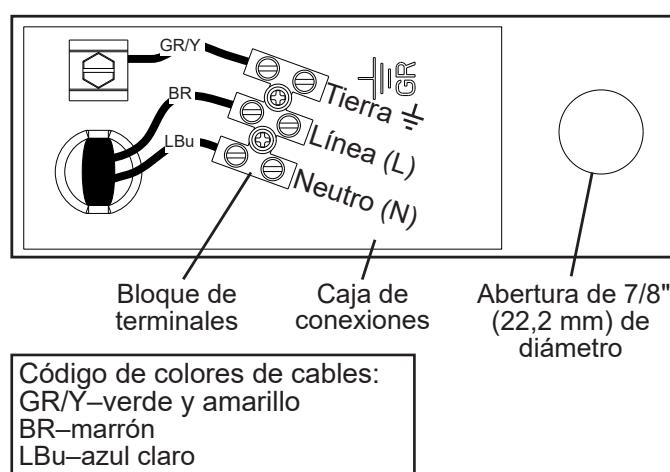

Fig. 7
- El terminal neutro del bloque de terminales (cable azul claro) debe conectarse al conductor neutro de la fuente de alimentación eléctrica. Consulte la Fig. 7. **¡ATENCIÓN!** Un cableado incorrecto puede provocar daños graves en la máquina de hielo.